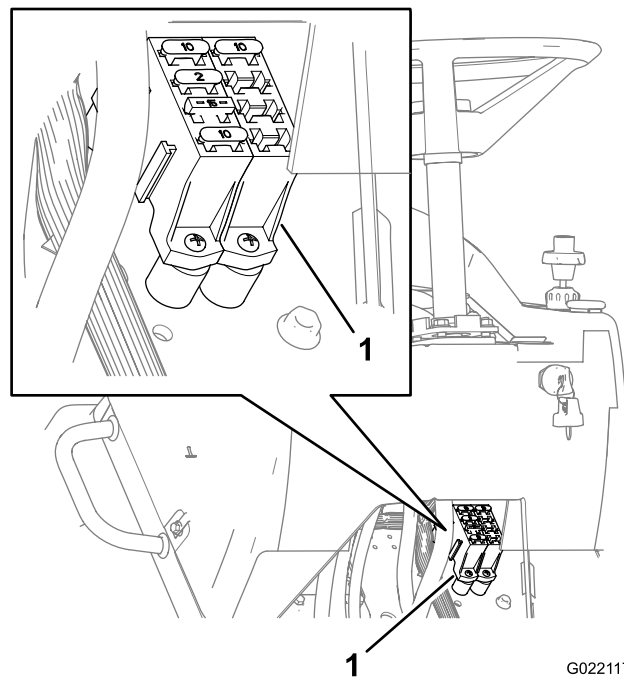

Figura 59
3. Sostituite il fusibile aperto (saltato) nel portafusibili con un fusibile nuovo dall'ampereggiamento equivalente (Figura 59).